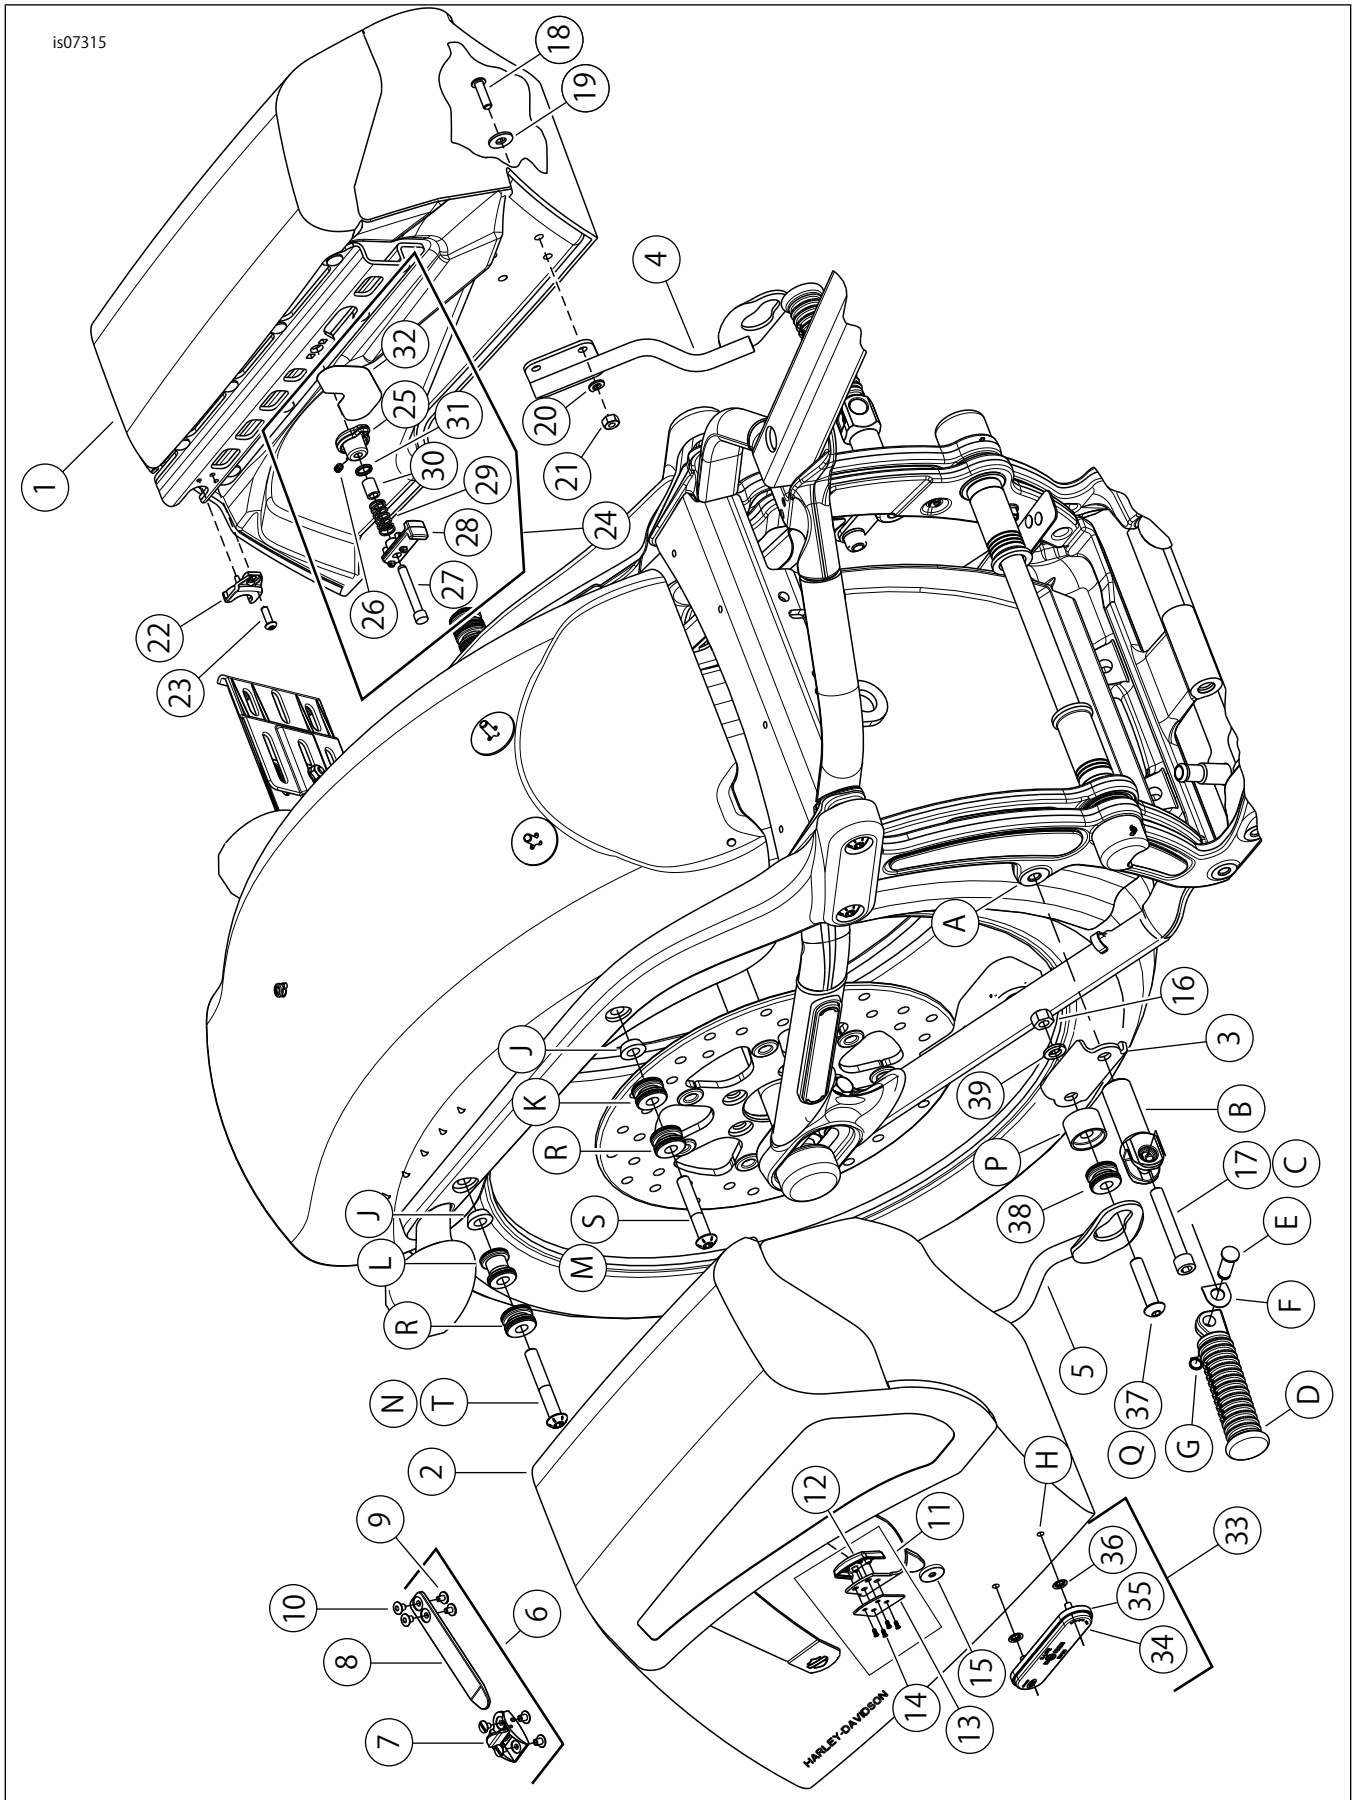

図2。交換用パーツ:FXSB/SE デタッチャブルサドルバッグ
- 図2を参照してください。サポートアーム(4)と左サドルバッグ(1)のマウント穴4個を合わせます。
- 図2を参照してください。リフレクターマウント(35)をサドルバッグの下、前のいずれか近くに取り付けるか、またはハーレーダビッドソンロゴのすぐ上で後部に合わせます。
- 図2を参照してください。リアドッキングスペーサー(22)のポストをサドルバッグブラケットの後部に挿入します。
2. 「図2」を参照してください。ノブ(25) (サドルバッグ内側の中央部近くにある)を引いて、サドルバッグの前に向けて回します。
- ・ 第3ポイントスクリュー(図2、品目18)を次のトルク値で締め付けます: 6.8-10.2 N·m (60-90 in-lbs)。
- ・ フットペグマウントスクリュー(図2、品目17)を次のトルク値で締め付けます: 33.9-40.7 N·m (25-30 ft-lbs)。